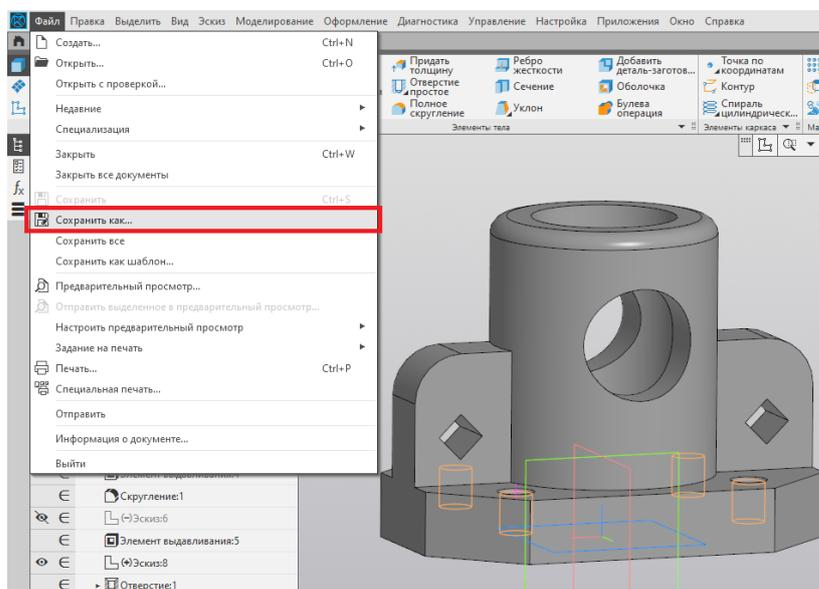

Рис. 120
6. Сохраняем файл сначала в формате *.m3d, а далее – в формате *.stl (рис. 120).